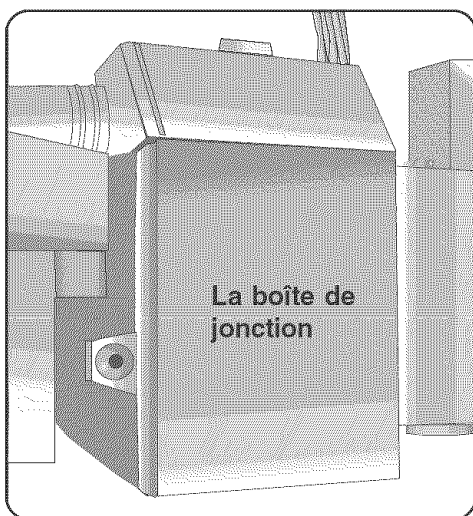

Figure 13
- 1) Retirer le couvercle de la boîte de jonction, figure 13, en soulevant le couvercle et en l'enlevant.